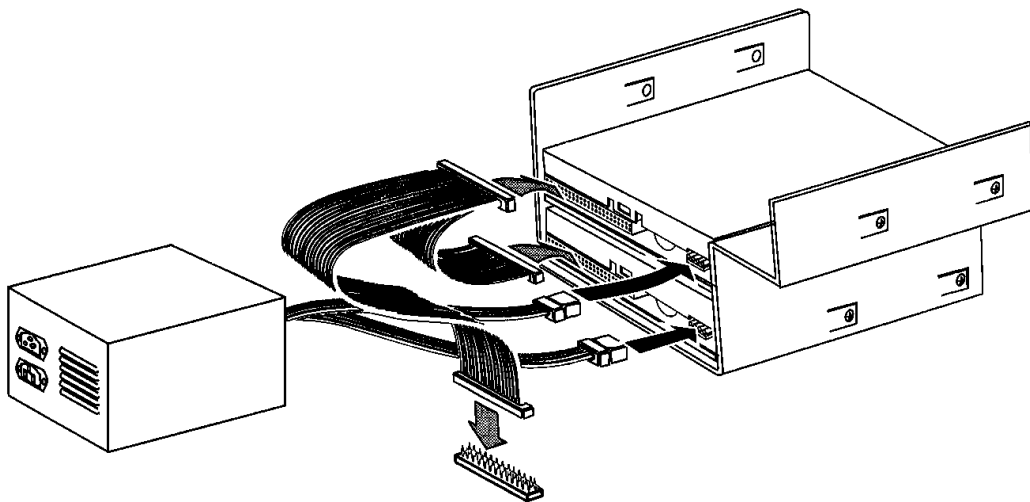

Abbildung 6-1. Band- und Stromversorgungsverbindungen im vorderen Schacht
5. Lösen Sie die Netz- und Bandkabel von den vorhandenen Laufwerken im vorderen Bereich (siehe Abbildung 6-1). Merken Sie sich bitte die Position und Ausrichtung der Stecker, bevor Sie sie abziehen, damit Sie sie später nicht verdreht oder an der falschen Stelle wieder anschließen.